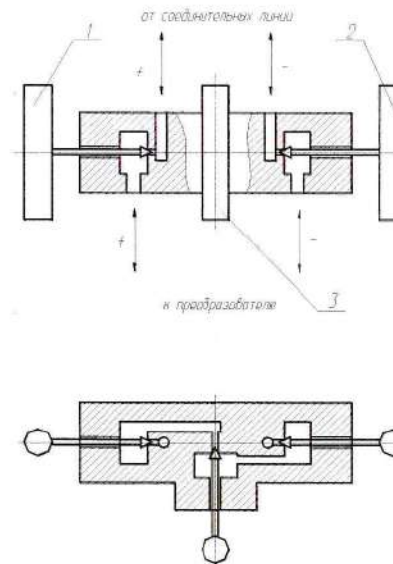

Рисунок 11 - Вентильный блок
- в) произведите продувку или слив конденсата, для чего откройте уравнильный клапан 3 (рисунок 11), затем плавно поверните рукоятку плюсовой камеры на 0,5-1 оборот против часовой стрелки, находясь вне зоны продувки или слива конденсата;